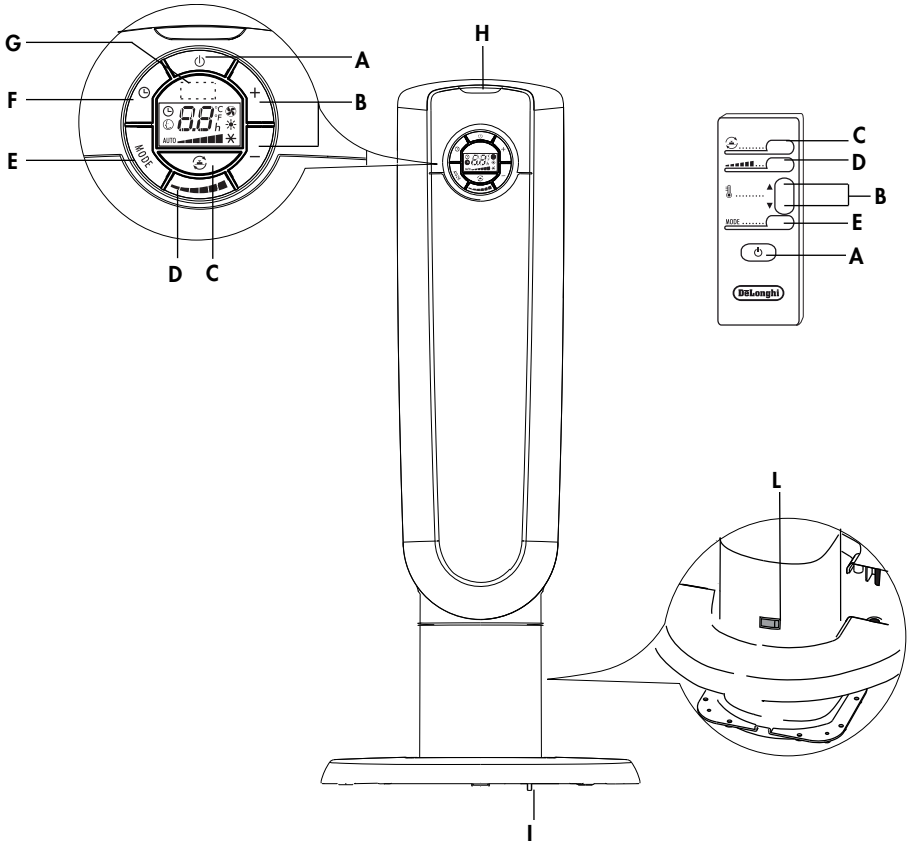

Fig. 3
3. Через отверстие в центре основания протяните шнур электропитания, см. рис. 3.